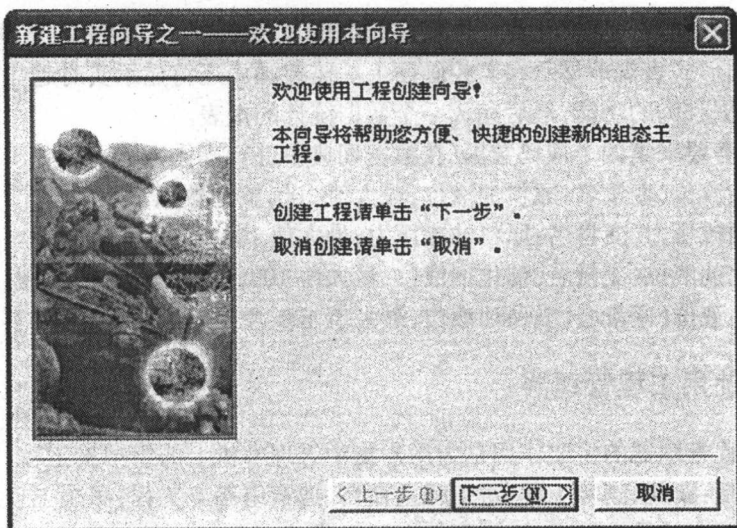

图 2.2 新建工程向导之一新建工程对话框
(1) 在工程管理器中选择“文件”菜单中的“新建工程”命令,或者单击工具栏的“新建”按钮,出现新建工程对话框,如图 2.2 所示。